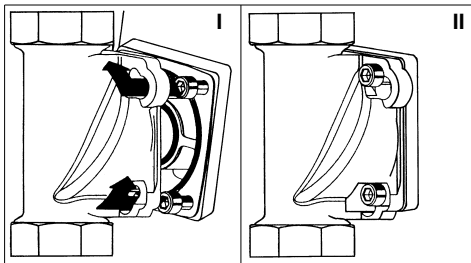

Abb. 8: Einbaudrehflansch mit Bajonett
- An den Einbaudrehflansch so ansetzen, dass die Schraubenköpfe durch die Bajonettbohrungen hindurchgehen (siehe Abb. 8 I).
- Die vier Zylinderschrauben M6x25 fest anziehen (siehe Abb. 8 II).
- Die Enthärtungsanlage so an den mit „G“ gekennzeichneten Flansch des Umgehungsventils ansetzen, dass die Schraubenköpfe durch die Bajonettbohrungen hindurchgehen (siehe Abb. 8 I).